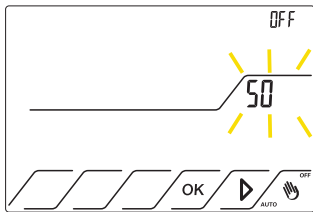

Fig.41
11.1.2 Tenere premuto il tasto  per 3 secondi. Compare la scritta **SO** lampeggiante. **OFF** fisso indica che la sonda è disabilitata. Fig.41